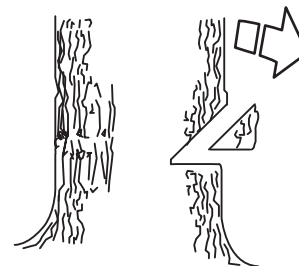

Рисунок 15 — Нижний пропил
- Затем сделайте нижний подпил (см. рис. 15) и убедитесь, что он точно совпадает с нижней частью верхнего пропила. Глубина направляющей зарубки должна составлять 1/4 диаметра ствола, а угол должен быть примерно 45°.